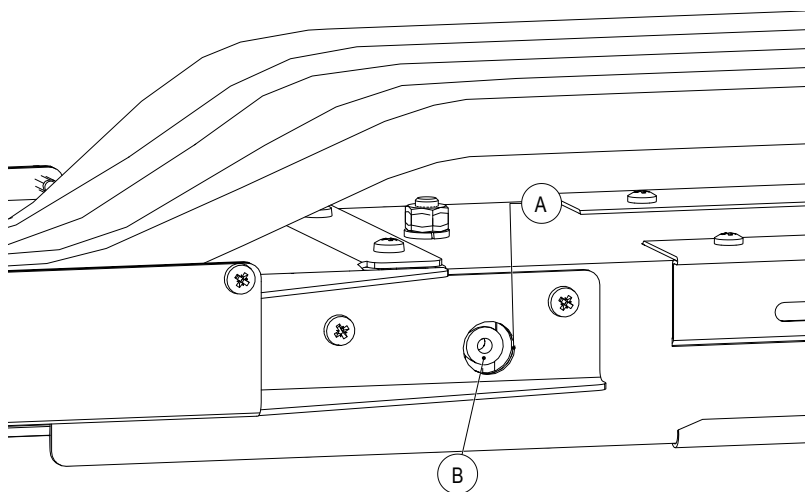
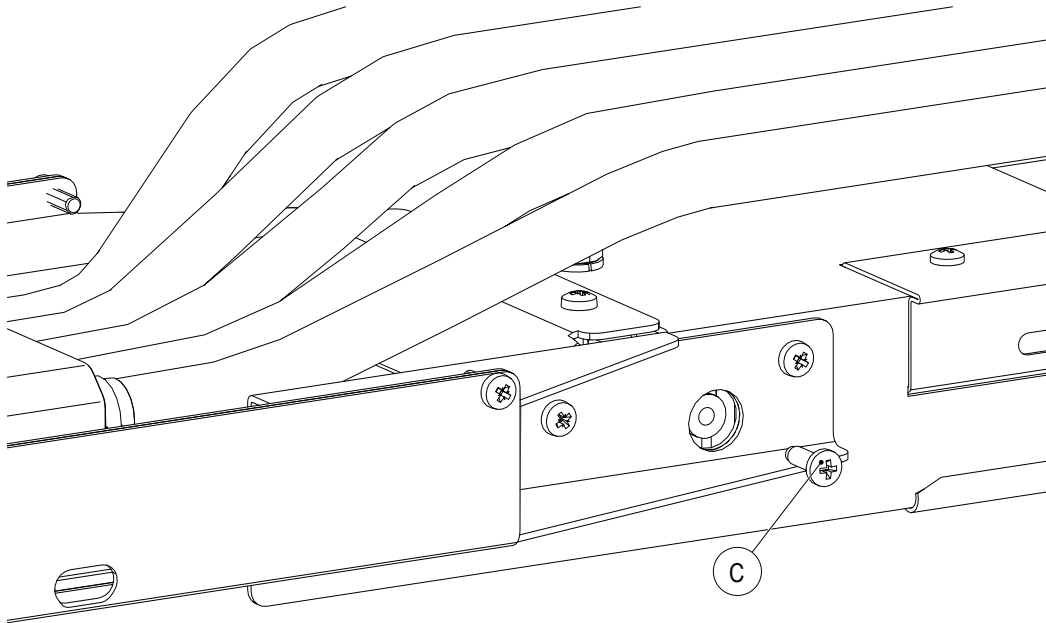

Abb. 72: Für die Lin senblechschraube vorbohren
Abb. 73: Linsenblechschraube (C) anziehen
1. Für die Lin senblechschraube (C), die für die Fixierung des Schleifleitungssystems sorgt, muss das Isolierprofil aufgebohrt werden. Hierfür mit einem Bohrer $\text{Ø}3,2$ mm durch die Querbohrung des Fixpunkts (B) und die erste Isolierprofilwand (D) bohren. Die Stromschiene darf dabei nicht verletzt werden. Der Befestigungsrahmen hat dafür eine extra Bohrung (A), sodass im eingehängten Zustand der Schleifleitungsschienen gebohrt werden kann (siehe Abb. 72 und Abb. 73).